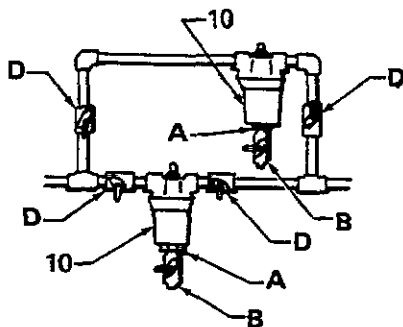

Fig 1
Instalar dos filtros, tal como se indica en la Fig. 1. Ambos deben estar provistos de un adaptador (A) y de un grifo de vaciado (B) sobre el bol (10) para reducir la presión del producto y vaciar el filtro antes de retirar el bol. Instalar 4 grifos de seguridad (D) apropiados, uno en cada entrada y salida de filtro, para variar la dirección del producto y aislar el filtro no utilizado.